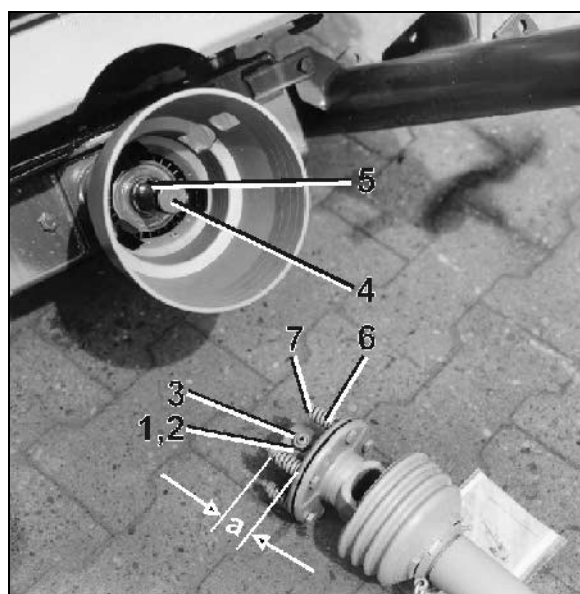

Fig. 33
Hvis brytebolten mellom koblingsnavet og flensen på girets inngangsaksel ofte brytes på traktorer med hard innkobling av kraftuttaket, anbefales et Walterscheid-kraftoverføringsaksel med friksjonskobling (Fig. 33).
7. Løsne kontramutteren (Fig. 33/1) i koblingsnavet fra friksjonskoblingen (til gjengetappen ikke lenger stikker ut av kontramutteren på utsiden), skru av innersekskantgjengetappen (Fig. 33/2) og kontroller om det er enkelt å skyve koblingsnavet opp på girakselen.
10. Sett koblingsnavet (Fig. 33/3) med fett helt inn til festet på girets inngangsaksel (Fig. 33/4).
Sørg for at passfjærene (Fig. 33/5) dekkes helt til!
11. Sikre spesialkraftoverføringsakselen mot aksial forskyvning. Dette gjør du ved å trekke gjengetappen godt til med en innvendig sekskanthøkkel og kontre med en mutter (Fig. 33/1).
1. Løsne kontramutteren (Fig. 33/1) i koblingsnavet fra friksjonskoblingen. Skru ut gjengetappen (Fig. 33/2).